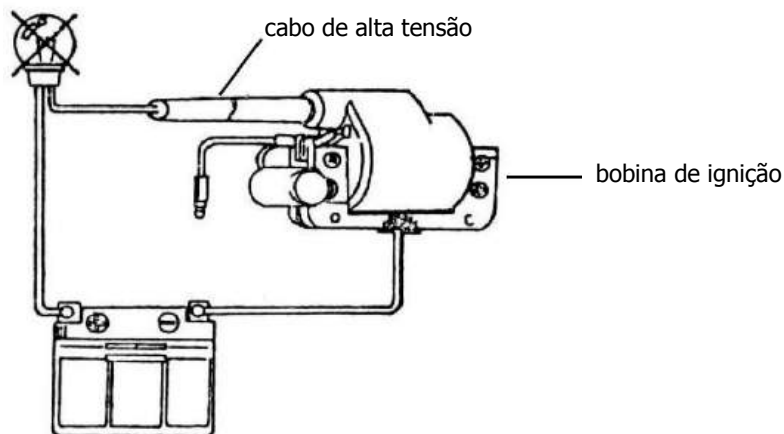

Fig. 30
- Faça uma ponte entre o núcleo da bobina e o pólo negativo da bateria (fig. 30).